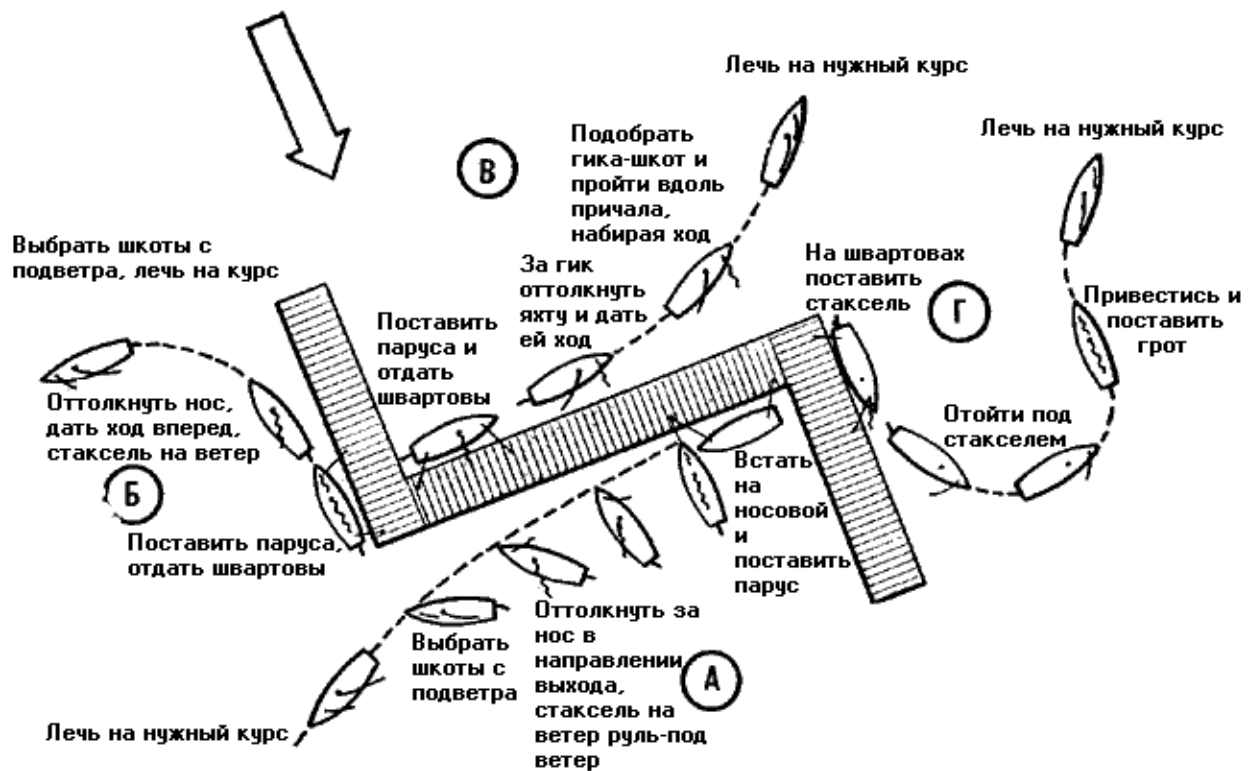

Рис. 124. Как отойти от причала:
Разберем четыре основных варианта обстановки, определяющей действия экипажа яхты при отходе от причала \* (рис. 124). Самый простой из них—ветер дует от причала (так называемый
**При ветре, дующем вдоль причала**, яхту швартуют носом против ветра носовым и кормовым швартовами. Последний можно заложить серьгой. По готовности к отходу отдают сначала носовой швартов, нос яхты отталкивают от причала и выбирают стаксель-шкот с того борта, которым она была ошвартована. Затем, когда стаксель заберет и яхта достаточно увалится, отдают кормовой швартов и выбирают шкоты с подветренного борта (рис. 124, Б).
Иногда обстановка вынуждает отходить от причала по ветру, то есть когда ветер дует в корму. Тогда ставят только передние паруса и, отойдя под ними на чистую воду, приводят на курс бейдевинд и ставят грот (рис. 124, Г). В очень слабый ветер можно поставить грот и на курсе фордевинд. Но делают это только в самых крайних случаях, туго выбрав гика-шкоты и поддерживая гик в рабочем положении на топенантах; рулевой внимательно следит за постановкой паруса и действует рулем таким образом, чтобы не давать яхте приводиться. В свежий ветер ставить грот на курсе фордевинд не следует ни при каких обстоятельствах.
время ведет яхту вдоль причала, постепенно увеличивая расстояние от него. Получив хотя бы небольшую, но устойчивую скорость под гротом, можно ставить стаксель и ложиться на курс или делать поворот (рис. 124, В). Бывает, что впереди мало свободного пространства. Тогда поворот надо делать сразу же, как только яхта наберет достаточный ход. Приняв на борт матросов, рулевой приводит судно до положения левентик (беречь корму!); стаксель быстро выносят на ветер и делают поворот оверштаг. В такой момент очень опасно потерять ход—яхту неминуемо бросит на причал. Учитывая сложность отхода при навальном ветре, делать это следует только в самом крайнем случае и только когда все подробности маневра тщательно продуманы.